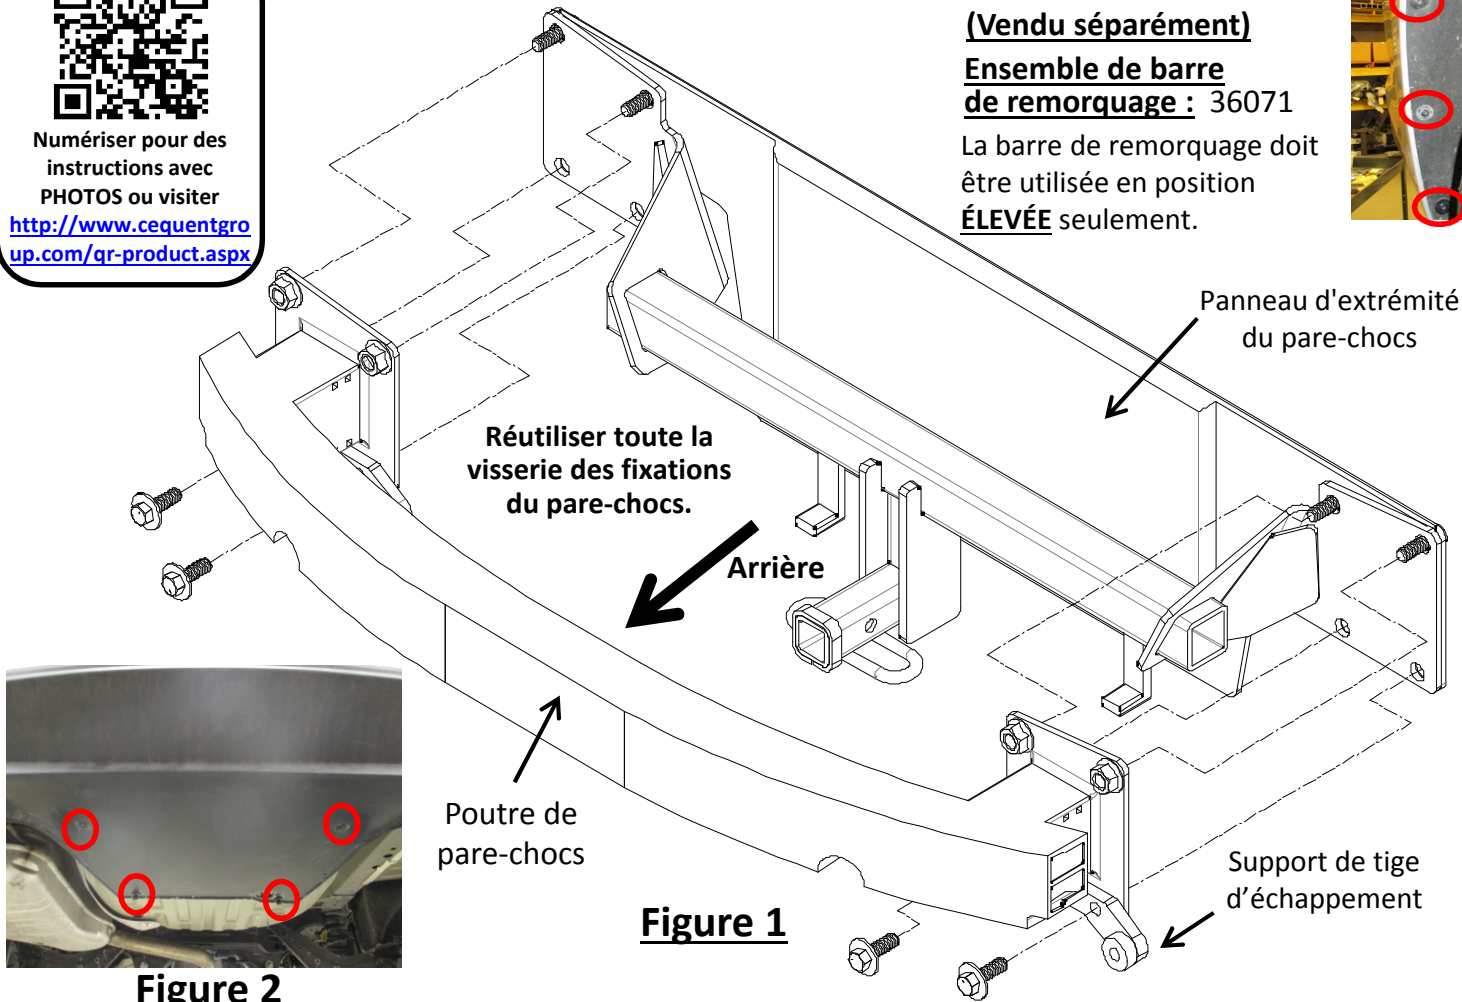

Figure 1
3. Installation de l'attelage – Soulever l'attelage et aligner les deux trous supérieurs de l'attelage sur les goujons du panneau d'extrémité. Soulever la poutre de pare-chocs et les supports de tige d'échappement pour intercaler l'attelage, voir la Figure 1. Réutiliser les écrous à embase et les boulons et les serrer lâchement.
2. Enlèvement de la poutre de pare-chocs – Utiliser une douille 16 mm pour retirer deux (2) écrous à embase et deux (2) boulons de la plaque de pare-chocs de chaque côté, voir la Figure 4. Enlever avec soin la poutre de pare-chocs et le support de tige d'échappement. Utiliser un support pour éviter d'endommager le silencieux. 3. Installation de l'attelage – Soulever l'attelage et aligner les deux trous supérieurs de l'attelage sur les goujons du panneau d'extrémité. Soulever la poutre de pare-chocs et les supports de tige d'échappement pour intercaler l'attelage, voir la Figure 1. Réutiliser les écrous à embase et les boulons et les serrer lâchement.